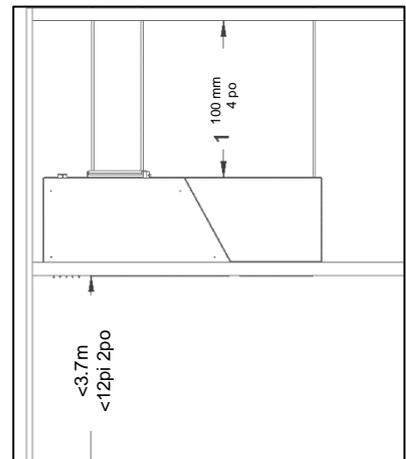

Figure 1
- un dégagement d'au moins 100 mm [4po] (vide d'air) au-dessus du rideau d'air dans le vide du plafond, voir Fig. 1